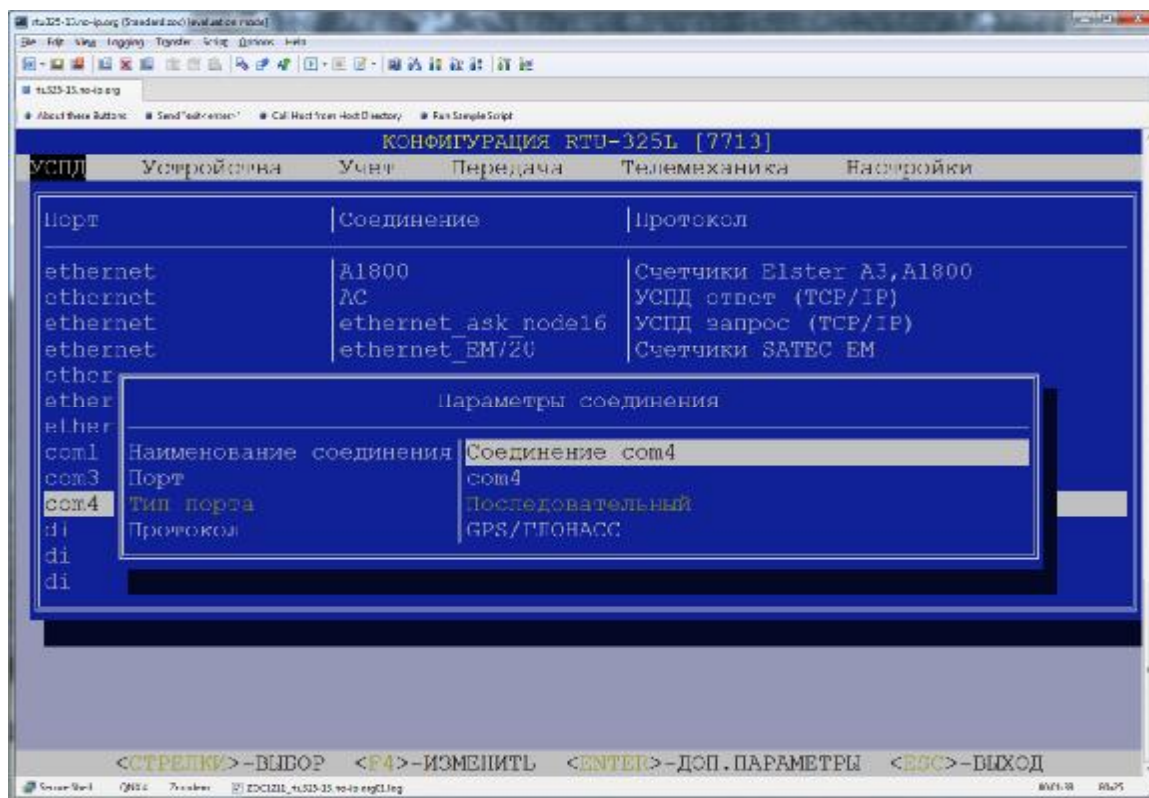

Рисунок 5
6.4.1.2. Установить соединение на выбранный порт (рисунок 5)